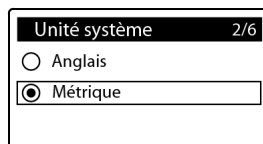

FIG.9
**3. SYSTEME D'UNITES** Si un point noir figure déjà en face du système souhaité (Figure 9), passez à l'étape 4. Sinon, appuyez sur DESCENDRE (▼) ou MONTER (▲) pour parcourir les autres systèmes, puis appuyez sur SELECT (O) pour valider votre choix.
**4.** Appuyez sur SELECT (O).